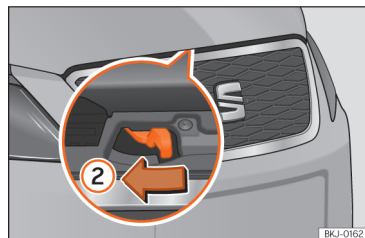

Fig. 172 Alavanca sob o capô.
• Para levantar o capô, pressione para a esquerda com a palma da mão para baixo a alavanca situada sob o capô, no centro >>> **Fig. 172 ②**. Os ganchos de fixação ficam desbloqueados.